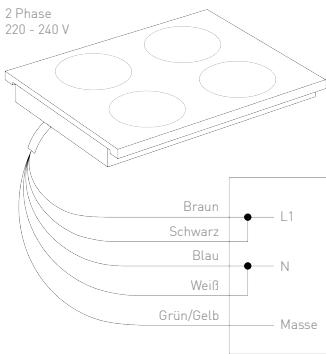
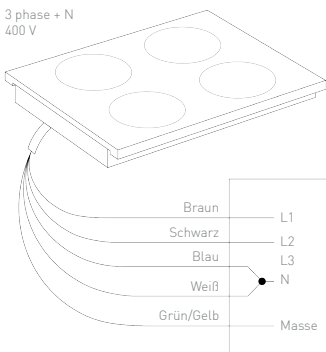

Abbildung 1
Abbildung 2
Das System kann an ein 2-Phasen-Stromnetz 220-240 V, gemäß Abbildung 1, oder an ein 3-Phasen+N 400 V Stromnetz, gemäß Abbildung 2, angeschlossen werden.
2. Im Schutzschalter, Sicherungskasten oder Verteilerkasten die Kabel des Geräts und der Stromversorgung gemäß Abbildung 1 oder Abbildung 2 anschließen.